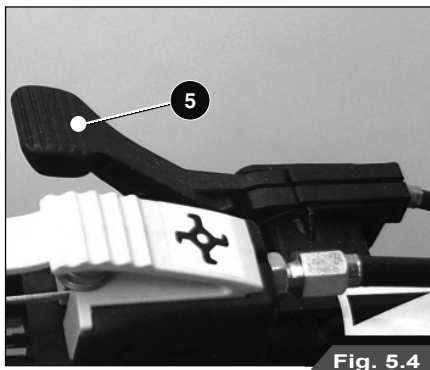

Fig. 5.4
- Llevar la manecilla mando gas (5) a mitad carrera (Fig. 5.4).